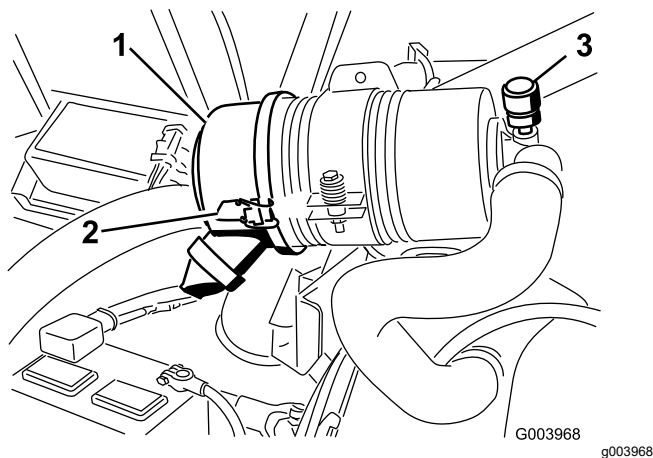

Figura 74
Faça a manutenção ao filtro de ar apenas quando o indicador de serviço (Figura 74) o exigir. Mudar o filtro de ar antes de ser necessário apenas aumenta a possibilidade de entrar sujeidade no motor quando se retira o filtro.
1. Liberte os trincos que fixam a cobertura do filtro de ar ao respetivo corpo (Figura 74).